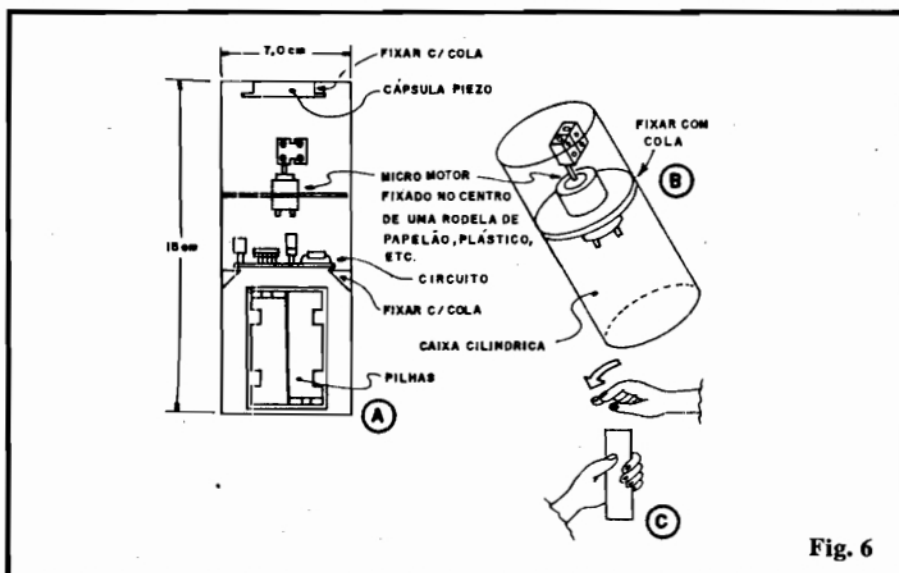

Fig. 6
O estágio final (e também importante...) da construção do POLTERGEIST está detalhado (em uma das suas muitas opções) na fig. 6. No caso, baseamos as instruções na escolha de um container cilíndrico (uma lata, por exemplo), porém, com pequenas variações e adaptações, outras formas de recipiente poderão ser facilmente usadas... Alguns pontos importantes, que devem ser observados:
- A cápsula de microfone deverá ser fixada (também com cola de epoxy - cuidado para que o adesivo não atinja a membrana do microfone, o que poderá inutilizar o componente, ou reduzir **muito** a sua sensibilidade à parte interna do topo da caixa ou lata. Dessa maneira (ver fig.6-A e 6-C) as pancadinhas dadas à superfície do topo do container serão mecanicamente "comunicadas" ao microfone, com boa sensibilidade.